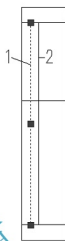

图 5.14 观察 1 线的长度
(2) 在无命令的状态下，单击 1 线，1 线变虚并且出现 3 个夹点，如图 5.14 所示。由此可以观察 1 线的长度是 $100\text{mm}+160\text{mm}=260\text{mm}$ 。
(3) 单击【修改】工具栏上的【打断于点】图标 ，启动【打断于点】命令。
① 在选择对象：提示下，选择 1 线。